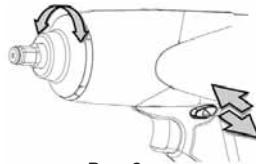

Рис. 2
- Для обратного хода устройства (см. рис. 2) используйте рычаг переключения прямого/обратного хода на приводном блоке. Направления вращения также указаны на лицевой стороне рукоятки.